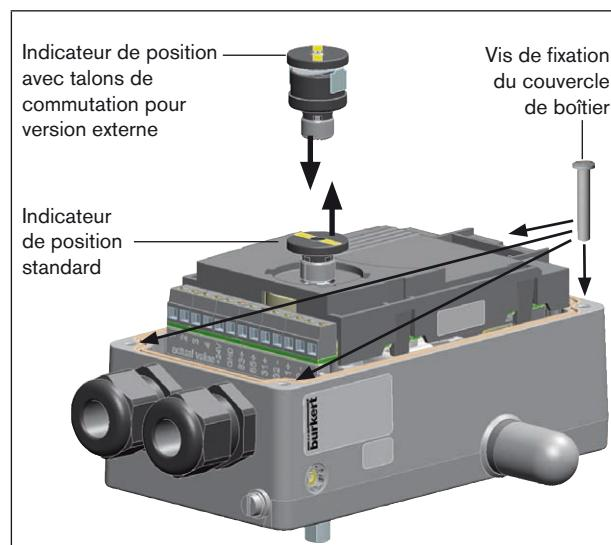

Fig. 1: Remplacer l'indicateur de position
- Retirer l'indicateur de position standard de la broche (voir Fig. 1: ).
- Faire glisser l'indicateur de position avec les talons de commutation pour l'indicateur externe de position sur la broche jusqu'en butée (voir Fig. 1: ).